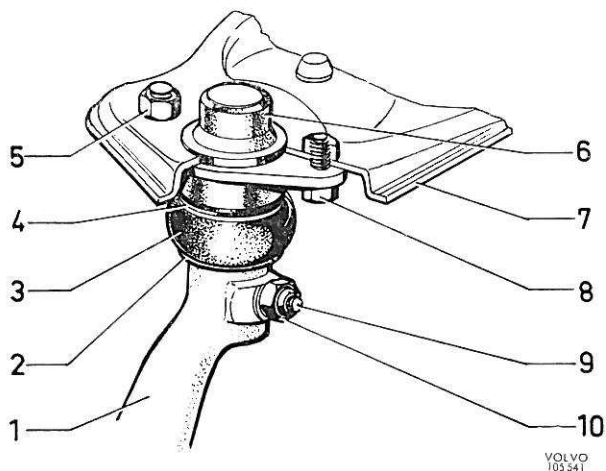

Figure 26. Fixation supérieure de joint à rotule
3. Enlever les écrous et retirer les vis (8, figure 26). Déposer le triangle supérieur de commande (7).
4. Enlever l'écrou et retirer la vis (9). Démontez le joint à rotule supérieur (6), avec joint d'étanchéité et capot caoutchouc de la fusée de roue.
1. S'assurer que le capot caoutchouc a été rempli de graisse avant le remontage du joint à rotule. Si nécessaire, le remplir de graisse universelle GP. Vérifier également le montage de la douille et des joncs de verrouillage, voir figure 26.
2. Poser le joint à rotule en place dans la fusée de roue et remettre la vis (9).
3. Reconnecter le triangle supérieur de commande au joint à rotule et remettre les vis de fixation (8).
4. Enlever les écrous (5, figure 26) et les vis de fixation (8) du joint à rotule supérieur et déposer le triangle supérieur de commande.